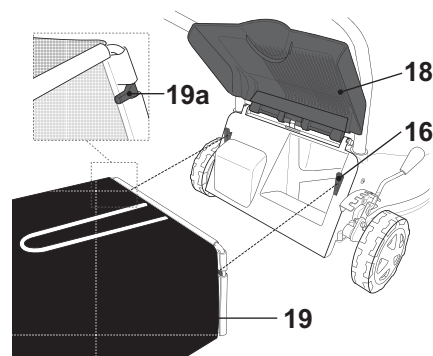

Fig. 8
- > Alignez les supports [19a] sur le châssis du bac de ramassage [19] avec les crochets [16] pour l'accrocher dessus (Fig. 8).